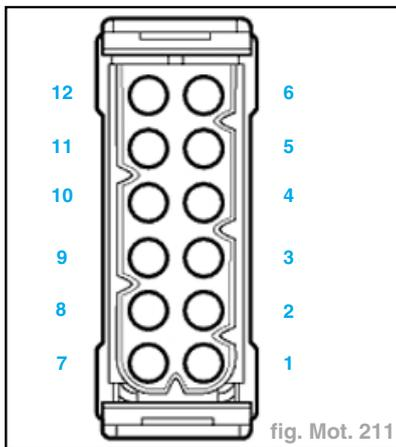

fig. Mot. 211
- Brochage du connecteur du faisceau de câbles (fig. Mot. 211).